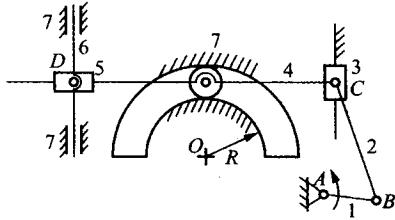

图 1-14 题 1.5.8 图
1.5.8 求出图 1-14 所示机构的自由度,用高副替代低副并拆分杆组。